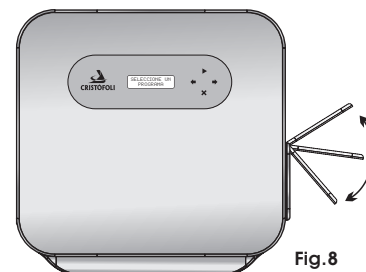

Fig. 8
- b► Abra la puerta del autoclave, levante el cerrojo y jale la puerta (fig. 8).